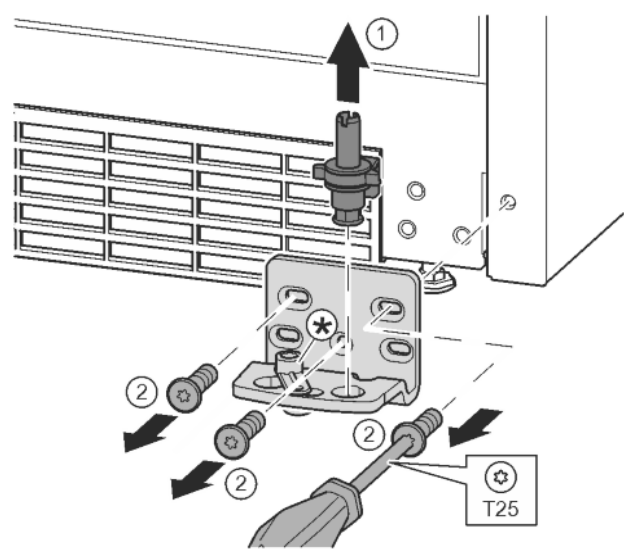

Fig. 11
- ▶ Estrarre il perno di supporto completo verso l'alto. Fig. 11 (1)
- ▶ Con il cacciavite T25 svitare le viti e asportare il blocco di supporto Fig. 11 (2)